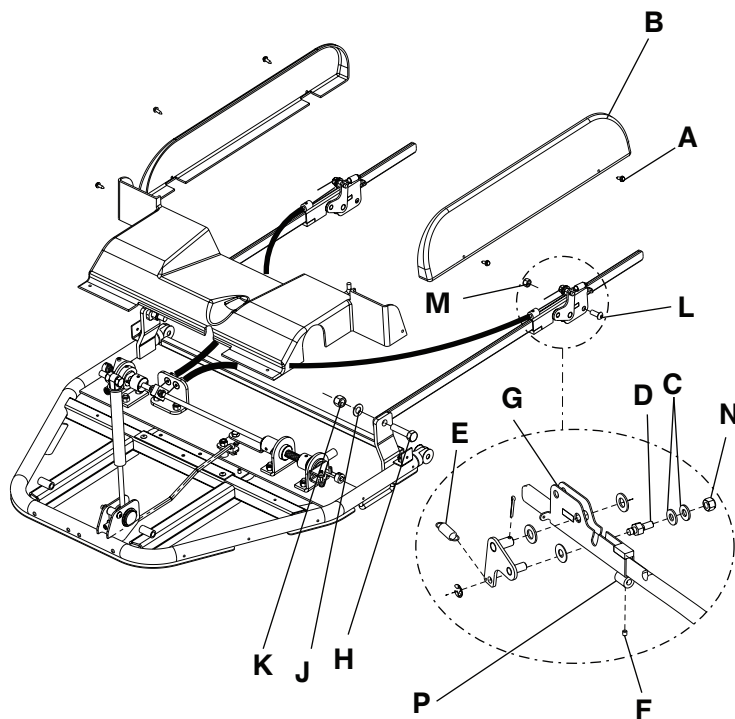

Figure 17 – Remplacement du maillon de verrouillage de la section jambes
5. À l'aide d'un tourne-écrou de 1/4 po, retirer les vis (A) qui fixent le couvercle (B) au châssis afin de retirer le couvercle (Figure 17). Conserver toutes les pièces.
6. À l'aide d'une clé à six pans de 5/64 po, retirer la vis de blocage (F) de la butée de câble sur le boîtier du loquet. Conserver la vis d'arrêt.
7. À l'aide de deux clés mixtes de 7/16 po, desserrer le dispositif de retenue de câble (D) et l'écrou (N). Retirer le câble et le couvercle du boîtier du loquet (G). Conserver toutes les pièces.
8. À l'aide de deux clés mixtes de 9/16 po, retirer le boulon (H), la rondelle (J) et l'écrou (K) qui fixent l'ensemble de maillon de verrouillage à la section pieds. Laisser le maillon basculer vers le bas. Conserver toutes les pièces.
9. À l'aide d'une clé à six pans de 3/16 po et d'une clé mixte de 1/2 po, retirer la vis (L) et l'écrou (M) qui fixent l'ensemble de maillon de verrouillage au dossier du relève-buste. Retirer le maillon de verrouillage.